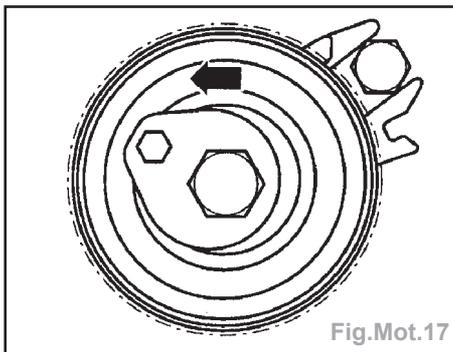

Fig.Mot.17
- à l'aide de l'entraînement à six pans, tourner le galet-tendeur d'entraînement principal dans le sens inverse d'horloge pour l'amener dans la position suivante (Fig.Mot.17),